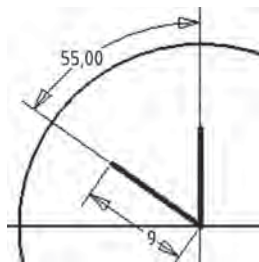

Рис. 18
- На второй *отрезок* ставим *размерные зависимости*, характеризующие его длину и угол наклона от вертикально расположенного *отрезка*. Меняем значение размеров на 9 мм и  $55^\circ$  соответственно (рис. 18).